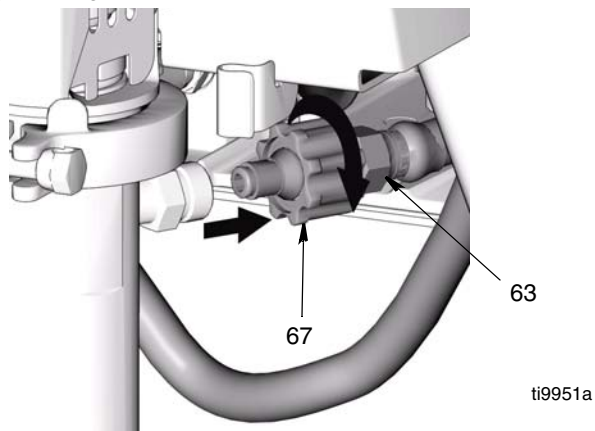

FIG. 7
3. (FIG. 7) Retire el racor de la manguera de pintura (67) y la manguera de pintura (63) del racor de la bomba.